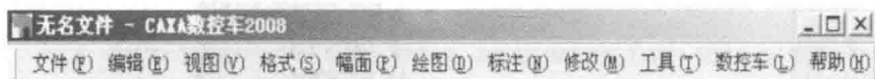

图 1-1-4 主菜单区
(1) 主菜单区。如图 1-1-4 所示，主菜单位于屏幕的顶部。它由一行菜单条及其子菜单组成，菜单条包括文件、编辑、视图、格式、幅面、绘图、标注、修改、工具、数控车和帮助等。每个部分都含有若干层下拉菜单。